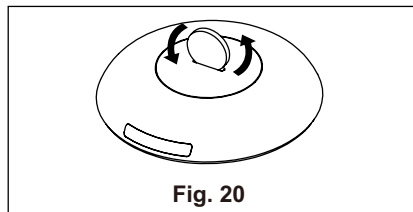

Fig. 20
2. Utilisez une pièce de monnaie ou un objet similaire pour faire tourner le couvercle arrière dans le sens antihoraire pour l'ouvrir (Fig. 20 et 21).